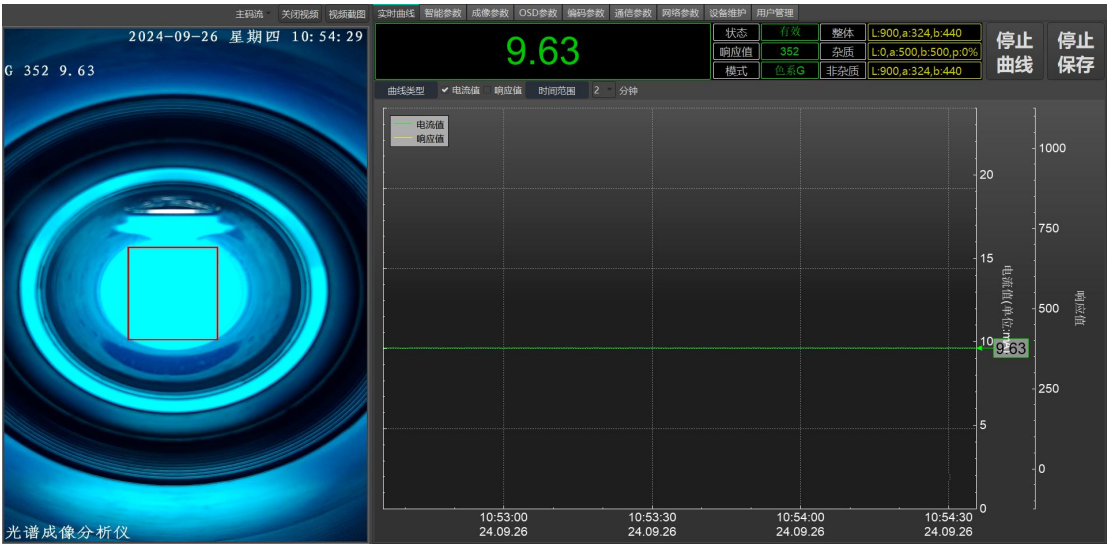

图 24 数据保存
- (1) 点击 **实时预览** 进入实时预览界面，点击 **实时曲线**，点击 **开始保存**，数据会自动保存至“本地设置”中设置的保存路径，如图 24 所示。